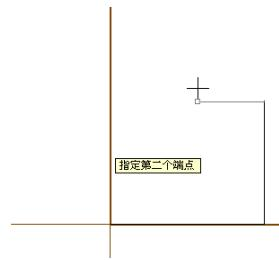

图 3-38 绘制第二条直线
- 04 系统提示“指定第二个端点”，在“长度”按钮 L 后面的输入框中输入第一条直线的长度为 80，并按回车键；在“角度”按钮 A 后面的输入框中输入 90，并按回车键，即可完成第二条直线的绘制，结果如图 3-38 所示。